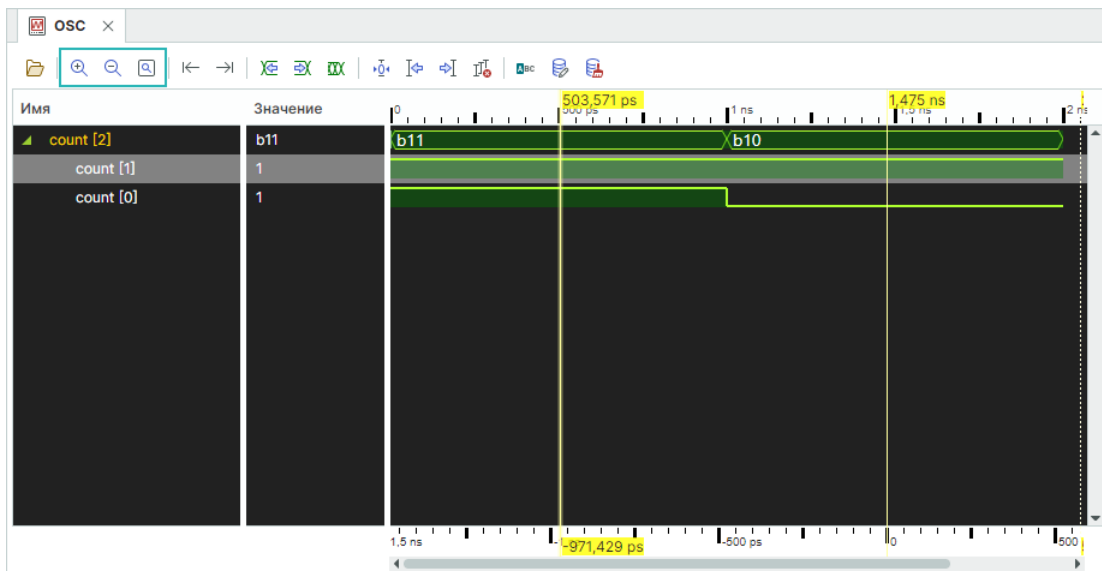

Рис. 38 Расположение кнопок для изменения масштаба
- Изменение масштаба, см. Рис. 38.